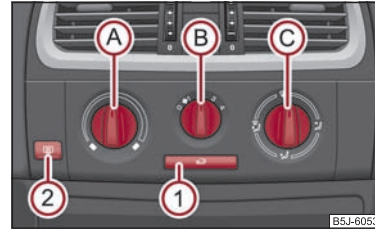

Abb. 87 Heizung: Bedienelemente
Die Luftzufuhr für die einzelnen Düsen stellen Sie mit dem Luftverteilungsregler ein  $\Rightarrow$  Abb. 87. Die Luftaustrittsdüsen 3 und 4 können einzeln geschlossen und geöffnet werden.
- Drehen Sie den Drehregler  $\Rightarrow$  Abb. 87 nach rechts, um die Temperatur zu erhöhen.
- Bedienelemente **(A)**, **(B)**, **(C)** und die Taste **(1)** ⇒ Seite 78, Abb. 87.
- Drücken Sie die Taste  ① ⇒ Seite 78, Abb. 87, in der Taste leuchtet die Kontrollleuchte auf.
Wenn der Luftverteilungsregler  ⇒ Seite 78, Abb. 87 steht, wird der Umluftbetrieb automatisch ausgeschaltet. Durch wiederholtes Drücken der Taste  können Sie auch in dieser Stellung den Umluftbetrieb wieder einschalten.